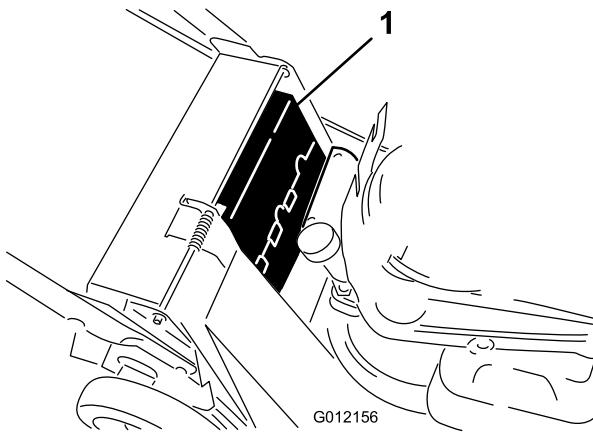

Figura 26
6. Togliete il paracinghia superiore (Figura 26).